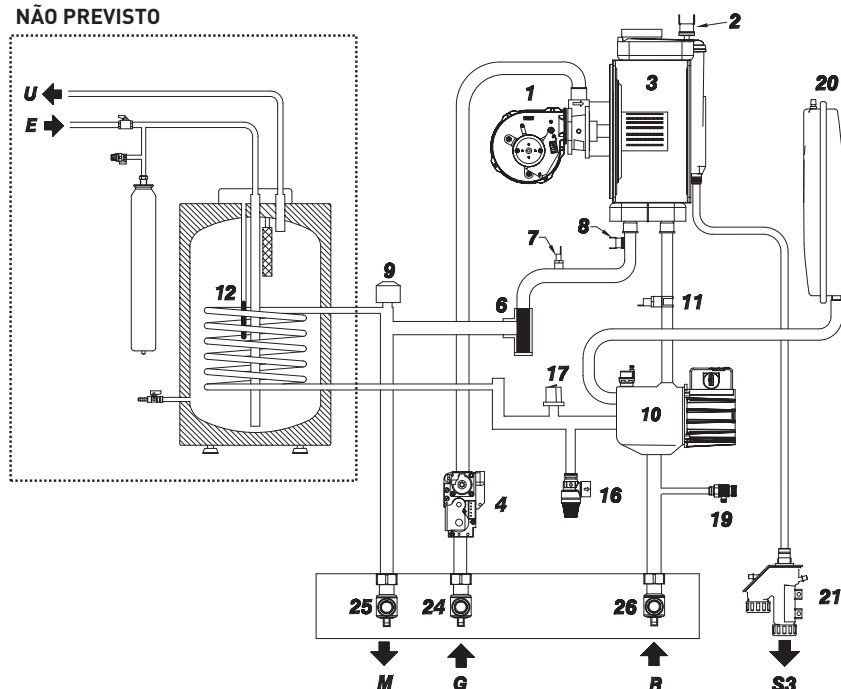

Fig. 2
1.4 ESQUEMA FUNCIONAL (fig. 2)
- 7 Sonda ida aquecimento (SM)